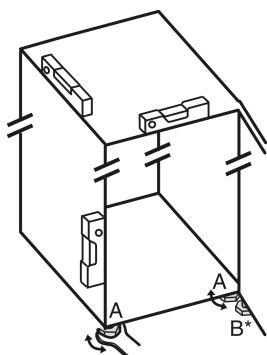

Fig. 24
- ▶ Stelvoetjes Fig. 24 (A) met meegeleverde steeksleutel en met behulp van een waterpas er uit draaien tot het apparaat vast en vlak is uitgelijnd.
- ▶ Stelvoetje Fig. 24 (B) op het lagerblok losdraaien met de bijgeleverde steeksleutel totdat deze op de vloer rust.
- ▶ Stelvoetje Fig. 24 (B) 90° verder draaien.